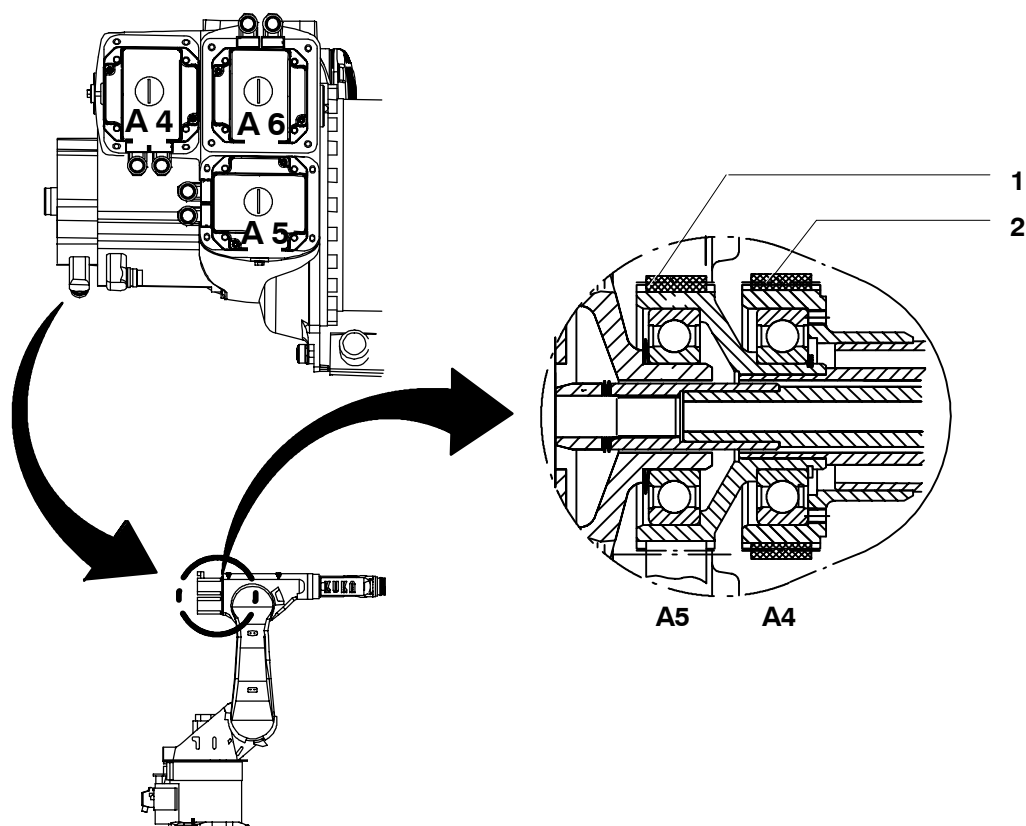

Fig. 101 Courroie dentée axe 4, 5
- (1) Démontez les entraînements des axes du poignet A4, A5 et A6 (Fig. 101) (voir les paragraphes 12.5.4, 12.5.5 et 12.5.6).
- (2) Enlever les courroies dentées (1) et (2).
- (1) Mettre les courroies dentées (Fig. 101/1) et (2) en place.